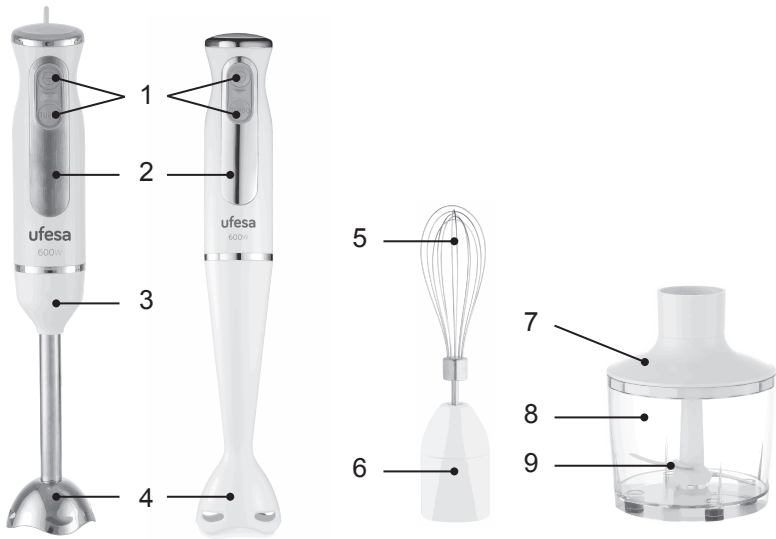

FIG. 1
ACCESORIOS: ACCESORIO PIE DE LA BATIDORA (FIG. 1)
- Coloque la varilla en el cuerpo del motor y gírela en la dirección de la flecha (Fig. 1).
- Para una limpieza adicional, retire y extraiga la varilla girando en la dirección opuesta a la flecha (Fig. 1).